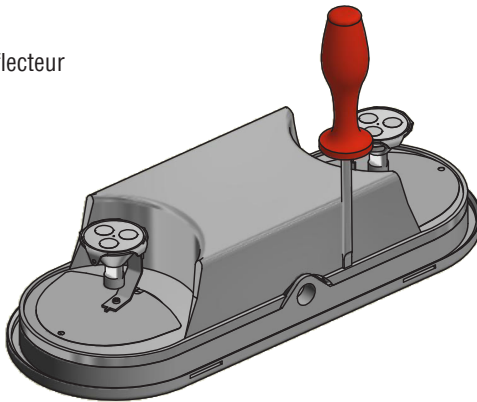

Figure 5
8. Reconnecter la batterie en s'assurant d'observer la polarité requise tel qu'illustré (Figure 5).